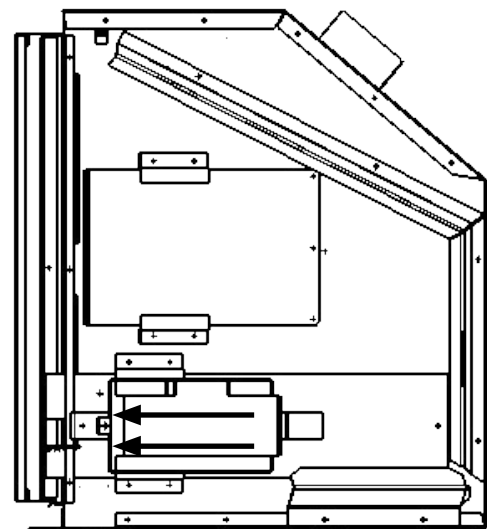

Figure 6.4.01:
2. Glissez le panneau de contrôle vers l'avant, tel que montré à la **Figure 6.4.01**.